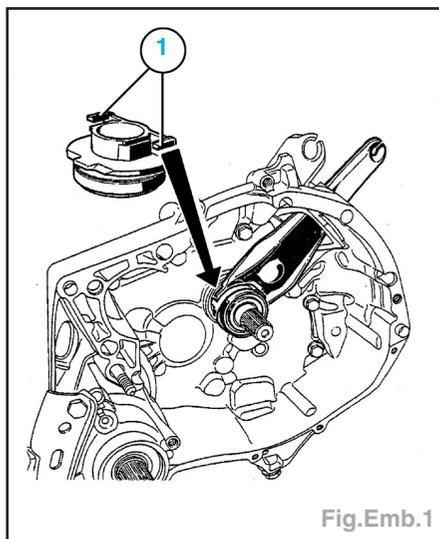

Fig.Emb.1
- Placer les encoches (1) de la butée sur la fourchette (Fig.Emb.1).